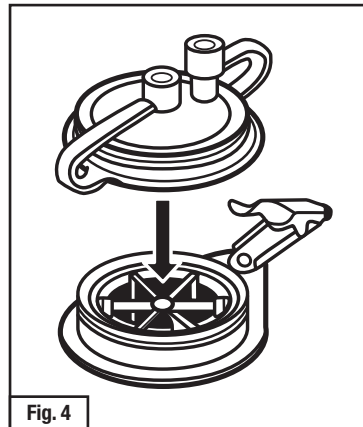

Fig. 4
6. **3500/3510 e 3550/3551:** Feche a tampa de eluição (com tampões) em direção ao corpo do monitor (Fig. 4). Certifique-se de que os dois tampões dos orifícios estão firmemente fechados. Escreva a hora final da amostragem na parte de trás do monitor. O monitor agora está pronto para ser despachado.